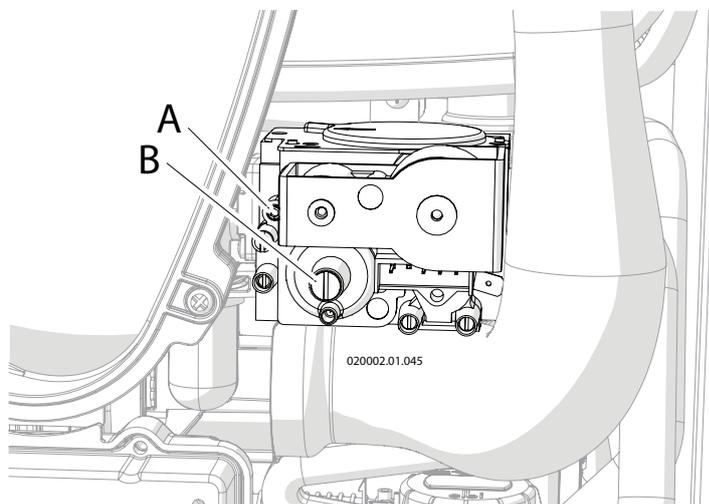

Figure 6-12 - Etiquettes attestant le nouvel état de réglage de l'appareil
- Tourner dans le sens horaire la vis « A » (Figure 6-12) pour diminuer la teneur en CO₂ ;
- Tourner dans le sens antihoraire la vis « A » (Figure 6-12) pour augmenter la teneur en CO₂ ;
- 10.- après avoir terminé le contrôle, sceller avec la peinture rouge ou système équivalent la vis « A » (Figure 6-12) ;
- Tourner dans le sens anti-horaire la vis « B » (Figure 6-12) pour diminuer la teneur en CO₂ ;
- Tourner dans le sens horaire la vis « B » (Figure 6-12) pour augmenter la teneur en CO₂ ;
- 17.- après avoir terminé le contrôle, sceller avec la peinture rouge ou système équivalent la vis « B » (Figure 6-12) ;